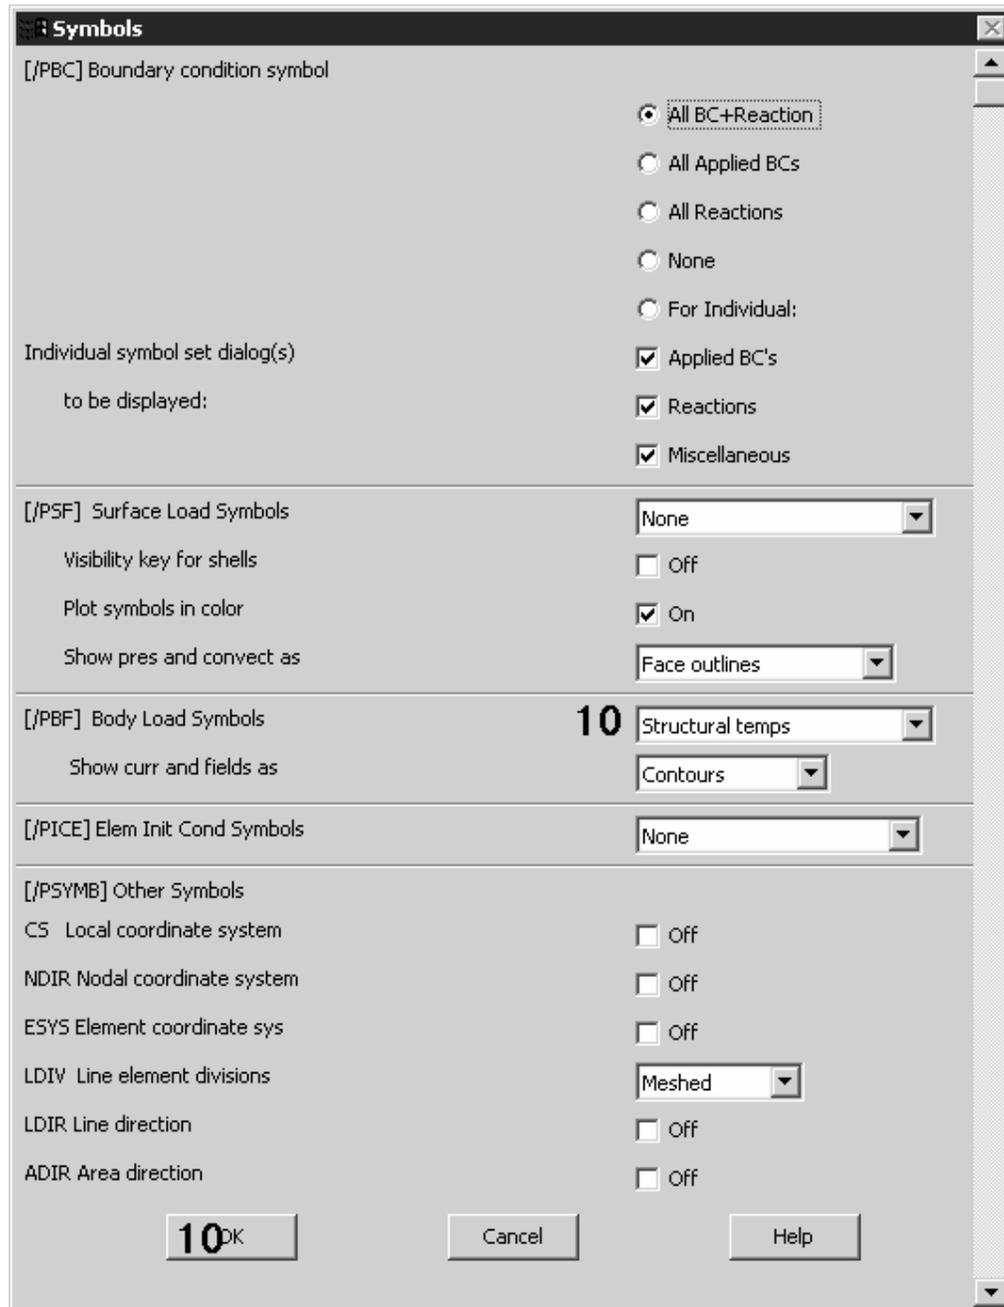

图 12.43 显示结构温度符号
9. 查看施加的温度载荷。选取菜单路径 Utility Menu | PlotCtrls | Symbols，将弹出如图 12.43 所示的对话框。